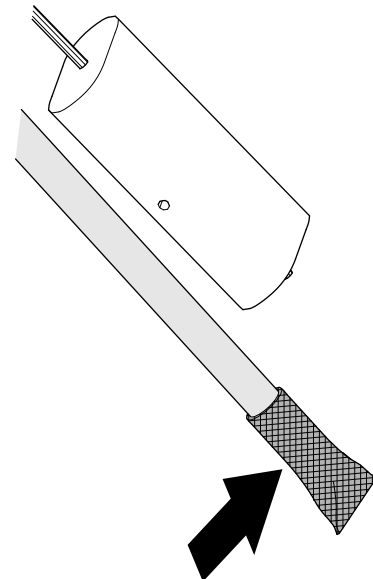

Bild 122
1. Reinigen Sie das Sieb am Ende des Kraftstoffzulaufschlauchs (**Bild 122**).